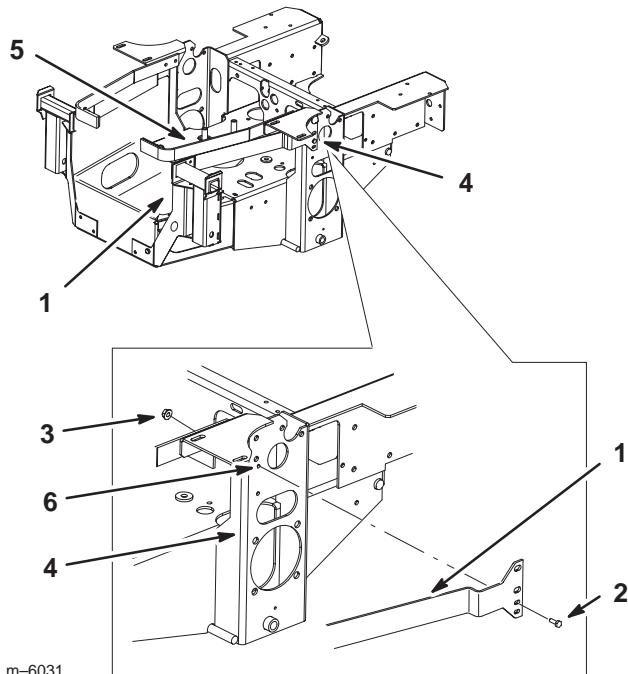

Bild 7
5. Schrauben Sie in das bestehende 6 mm Loch im Seitenchassis die Graskollektorbefestigungshalterung lose in das Seitenchassis (Bild 7). Verwenden Sie eine Schraube (1/4 x 3/4 Zoll) und eine 1 Bundmutter (1/4 Zoll) (Bild 7).